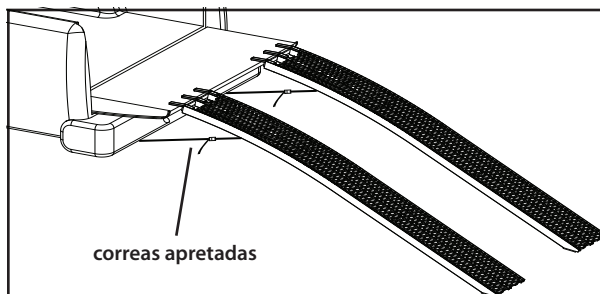

Figura 2
1. En un suelo nivelado, apoye las rampas en la puerta trasera. **CONSULTE LA FIGURA 2.** Asegúrese de que las rampas estén centradas en la puerta trasera y alineadas correctamente con el ancho de las ruedas del vehículo todo terreno de cuatro ruedas o el tractor cortacésped.